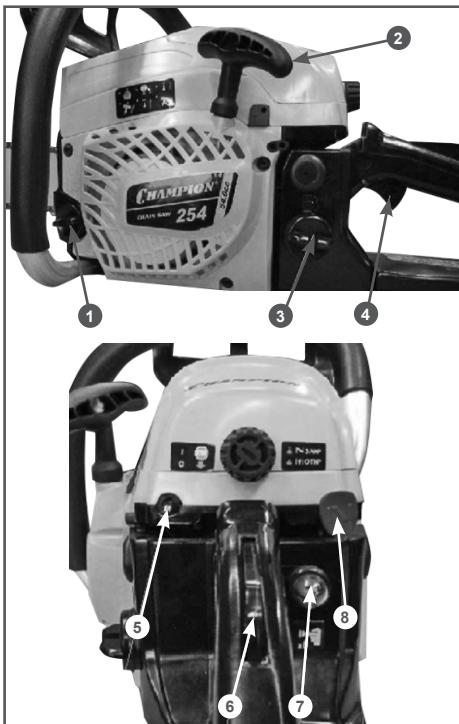

Рис. 11 Органы управления, необходимые для запуска бензопилы
- Заполните топливный бак 3 (Рис. 11) свежеприготовленной топливной смесью.
- Заполните масляный бак 1 (Рис. 11) чистым маслом для смазки цепи.
- Прокачайте топливо через карбюратор. Для этого нажмите (примерно 5-10 раз) на ручной топливный насос 7 (Рис. 11) до появления в насосе топлива и возникновения сопротивления при нажатии.
- Установите выключатель зажигания 5 (Рис. 11) в положение «I».
- Закройте воздушную заслонку карбюратора. Для этого вытяните рычаг 8 (Рис. 11) управления воздушной заслонкой.
- Выберите свободный ход шнура стартера. Для этого потяните за ручку стартера 2 (Рис. 11) до тех пор, пока не почувствуете сопротивление, затем сильно, но плавно потяните за ручку. Повторите эти действия 3-5 раз до первой вспышки топлива в двигателе. Двигатель не запускается, а сразу глохнет. Плавно, не бросая, верните ручку стартера на место.
- После первой вспышки откройте воздушную заслонку, для этого нажмите на рычаг 8 (Рис. 11) управления воздушной заслонкой и верните его в исходное положение.
блокировки рычага газа 6 (Рис. 11).
13. Отпустите рычаг газа 4 (Рис. 11), при этом двигатель перейдет в режим холостого хода.